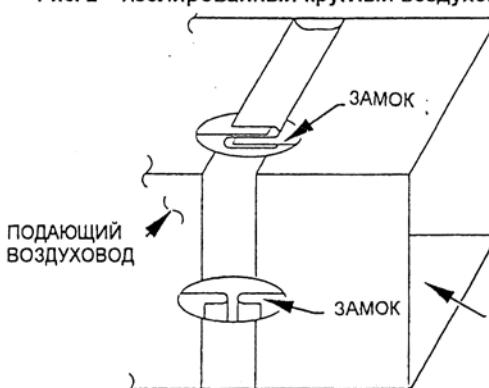

Рис. 3 - Прямоугольный металлический воздуховод
- Производите соединения, используя замковые соединения (см. рис. 3).